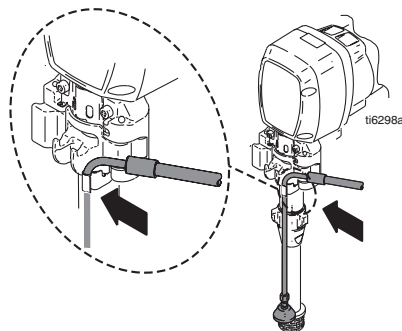

FIG. 28
7. FIG. 28. Anslut dräneringsslangen till sprutan.